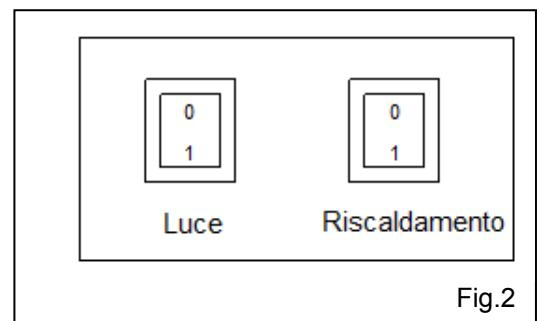

Fig.2
3.3 Funzionamento elemento riscaldante superiore (fig.2)